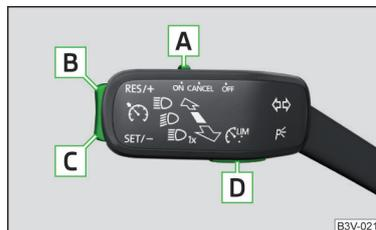

Abb. 269
Übersicht der Bedienungselemente der GRA » Abb. 269
- Durch das Drücken der Taste **D** » Abb. 269 während der Regelung wird diese abgebrochen und es wird der Geschwindigkeitsbegrenzer aktiviert.